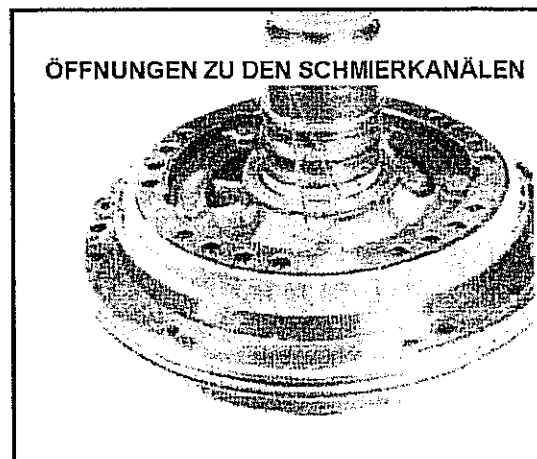

Abb. 10-73 Lage der Schmierkanäle im Pumpendeckel
- Sicherstellen, daß die drei Schmieröffnungen im Pumpendeckel nicht verlegt oder blockiert ist. Siehe Abb. 10.73.